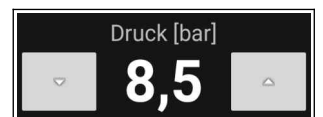

Abb. 11: manuelle Druckregelung
- **DRUCK MANUELL:** Drücken Sie unterhalb des Pflanzenschutzgeräts auf die Betriebsmodusanzeige (oder bewegen Sie den Joystick-Hebel nach vorn, während Sie die blaue Taste drücken ●+↑) und Sie gelangen immer in die **manuelle Drucksteuerung**, unabhängig davon in welchem Betriebsmodus das System sich zuvor befunden hat. Damit sind alle automatischen Regelungen ausgeschaltet. Im Informationsband sind nun links und rechts neben der Druckanzeige zwei Schaltflächen (Abb. 11), mit deren Hilfe der Druckregler manuell gesteuert werden kann.